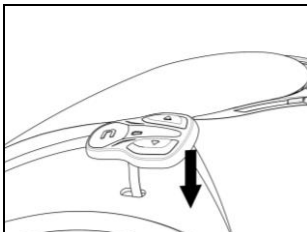

Fig. 4
- Faire passer le câble du clavier dans le trou présent dans la calotte extérieure (Fig. 4).